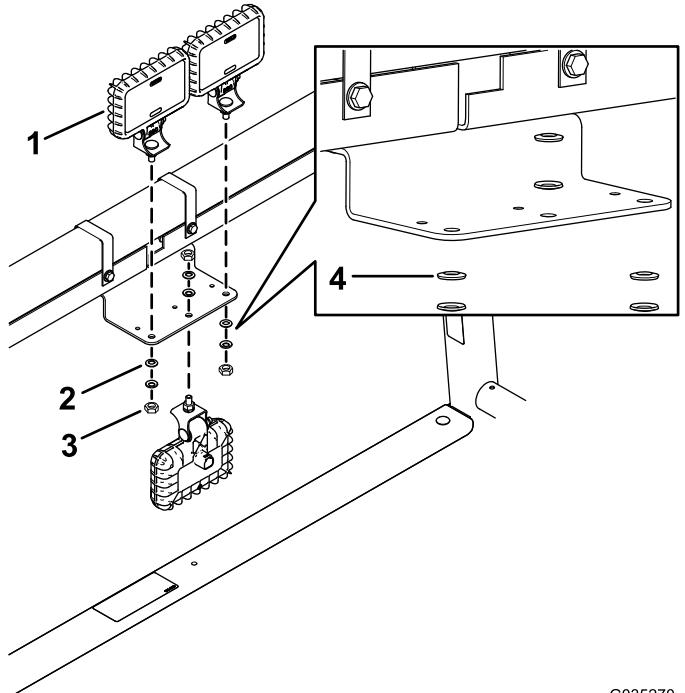

Figura 5
- Instale las 3 luces de trabajo LED al soporte de las luces de trabajo con las 3 tuercas con arandela prensada (ya instaladas en las luces de trabajo LED) y las 6 arandelas de muelle (Figura 5).
Nota: Asegúrese de que cada arandela de muelle esté colocada con el lado convexo orientado hacia la tuerca con arandela prensada, según se muestra en la Figura 5.